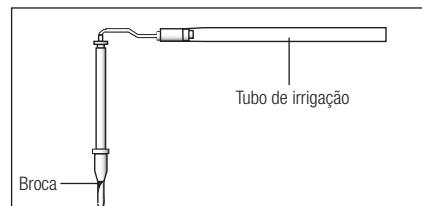

Fig.11
- 3) Introduza o bocal de irrigação interno na broca a partir da parte posterior. (Fig. 11)